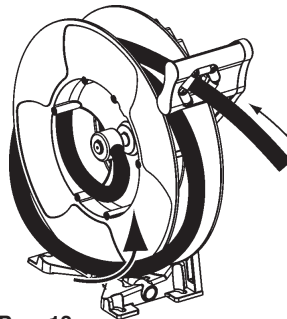

Рис. 13
2. Dar uma volta na mangueira, na roda do carretel (fig. 13).